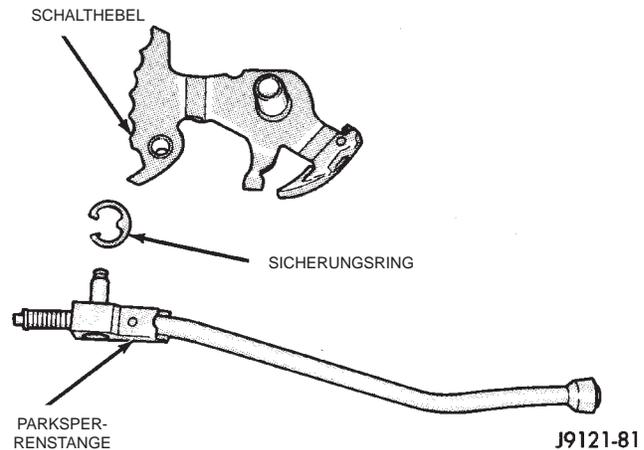

Abb. 44 Parksperrenstange
(10) Sicherungsring für Parksperrstange ausheben und Stange am Schalthebel aushängen (Abb. 44).